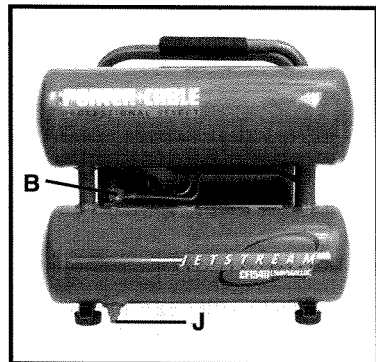

Fig. 2
Válvula de retención (B), Fig. 2: Cuando el compresor de aire está funcionando, la válvula de retención está "abierta", permitiendo que entre aire comprimido en el tanque de aire. Cuando el compresor de aire alcanza la presión de "desconexión", la válvula de retención se "cierra", permitiendo que el aire a presión permanezca en el interior del tanque de aire.
Válvula de drenaje (J), Fig. 2: La válvula de drenaje está ubicada en la base del tanque de aire inferior y se utiliza para drenar la condensación al final de cada uso.
- c. Gire la válvula de drenaje (J), Fig. 2 hasta abrirla completamente, para impedir la acumulación de presión de aire en el tanque.